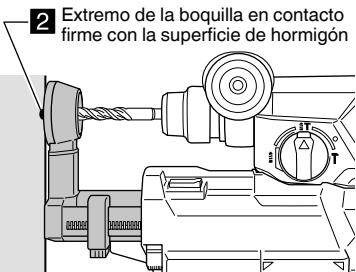

Fig. 11
- (2) Libere la boquilla y permitala que haga un contacto firme con la superficie de hormigón. (Fig. 11)